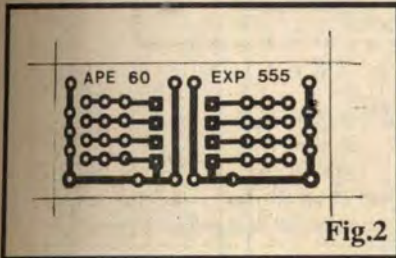

Fig.2
**- FIG. 2 - O LADO NÃO COBREADO DA PLAQUINHA PADRÃO PARA O 555**  - Nas placas padronizadas encontráveis no varejo, normalmente o lado não cobreado apresenta apenas os furos, sem qualquer indicação gráfica (letras, números, símbolos, etc.) para orientar o montador... No nosso caso, contudo, para que se torne mais fácil ao principiante  **entender e usar**  corretamente o sistema, optamos pela marcação vista, na qual os  **números**  (de 1 a 8) identificam claramente a "contagem" dos pinos do Integrado, e as  **letras p e n**  demarcam os conjuntos de ilhas que devem ser submetidos às polaridades da alimentação, respectivamente  **positiva**  e